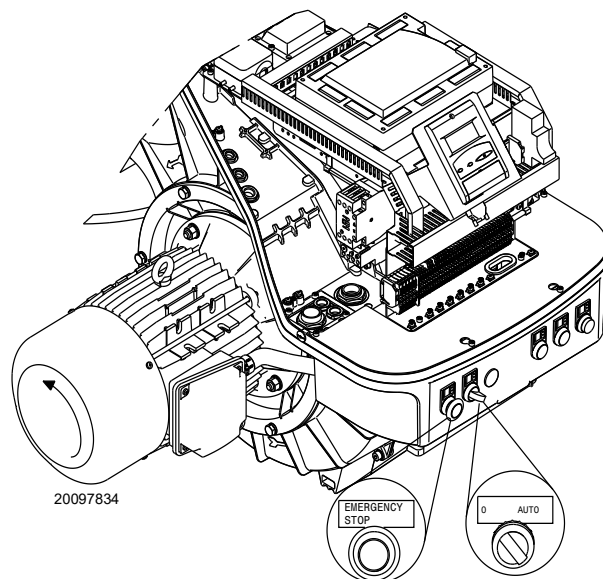

Fig. 24
Așezați comutatorul Fig. 24 în poziția „**AUTO**”.
Când arzătorul pornește, verificați direcția de rotație a motorului, așa cum se arată în Fig. 24.
- rotiți comutatorul Fig. 24 în poziția „**0**” și așteptați oprirea echipamentului;